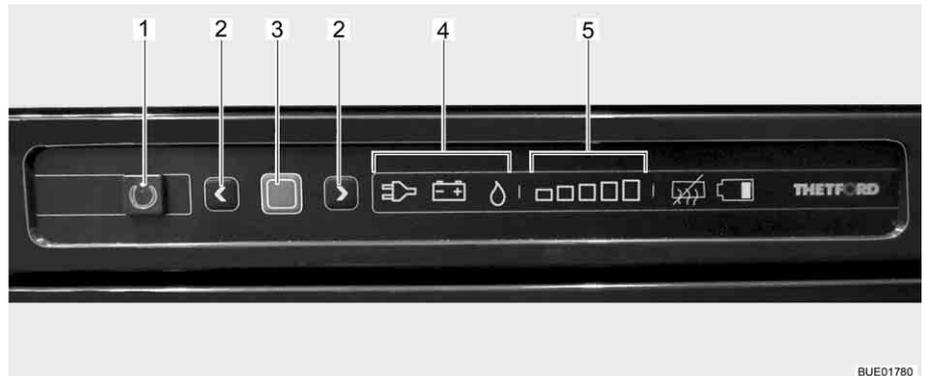

Bild 218 Bedienelemente für den Kühlschrank
Die aktuelle Betriebsart wird durch ein leuchtendes Symbol (Bild 218,4) an der Bedieneinheit angezeigt.
Nach dem Einschalten wählt der Kühlschrank automatisch die zuletzt gewählte Thermostateinstellung. Diese Einstellung kann manuell mit den Pfeiltasten (Bild 218,2) nachgeregelt werden. Die Leuchtbalken der Kühlstufenanzeige (Bild 218,5) zeigen die gewählte Thermostateinstellung an. Mit den Pfeiltasten wird die Kühltemperatur für alle drei Energiearten eingestellt. Es dauert einige Stunden, bis der Kühlschrank die normale Betriebstemperatur erreicht hat. Beim Umschalten der Betriebsart wird die Thermostateinstellung beibehalten. Die Kühltemperatur wird unabhängig von der Energieart beibehalten.
- Taste Ein/Aus (Bild 218,1) 1 Sekunde lang drücken. Taste (Bild 218,1) leuchtet grün auf. Nach ca. 10 Sekunden wird die Anzeige aus Energie-spargründen gedimmt.
- Bestätigungstaste (Bild 218,3) drücken. Die aktuelle Einstellung der Betriebsart wird angezeigt.
- Wenn nicht Betriebsart Gas eingestellt ist: Zum Ändern der Einstellung Bestätigungstaste (Bild 218,3) ca. 2 Sekunden lang drücken.
- Mit den Pfeiltasten (Bild 218,2) die Betriebsart Gas auswählen. Die Gaszufuhr ist geöffnet. Der Zündvorgang erfolgt automatisch. Ein tickendes Geräusch ist hörbar, bis der Zündvorgang erfolgreich abgeschlossen ist.
- Bestätigungstaste (Bild 218,3) ca. 2 Sekunden lang drücken.
- Bestätigungstaste (Bild 218,3) erneut drücken. Die aktuelle Kühlstufe wird durch die Leuchtbalken (Bild 218,5) angezeigt.
- Zum Ändern der Einstellung die Pfeiltasten (Bild 218,2) drücken, bis die gewünschte Einstellung angezeigt wird.
- Taste Ein/Aus (Bild 218,1) ca. 2 Sekunden lang drücken. Alle Lampen erlöschen. Der Kühlschrank ist abgeschaltet.
- Wenn nicht Betriebsart 230-V-Betrieb eingestellt ist: Zum Ändern der Einstellung Bestätigungstaste (Bild 218,3) ca. 2 Sekunden lang drücken.
- Mit den Pfeiltasten (Bild 218,2) die 230-V-Betriebsart auswählen.
230-V-Betrieb ausschalten: ■ Taste Ein/Aus (Bild 218,1) ca. 2 Sekunden lang drücken. Alle Lampen erlöschen. Der Kühlschrank ist abgeschaltet.
- Wenn nicht Betriebsart 12-V-Betrieb eingestellt ist: Zum Ändern der Einstellung Bestätigungstaste (Bild 218,3) ca. 2 Sekunden lang drücken.
- Mit den Pfeiltasten (Bild 218,2) die 12-V-Betriebsart auswählen.
12-V-Betrieb ausschalten: ■ Taste Ein/Aus (Bild 218,1) ca. 2 Sekunden lang drücken. Alle Lampen erlöschen. Der Kühlschrank ist abgeschaltet.